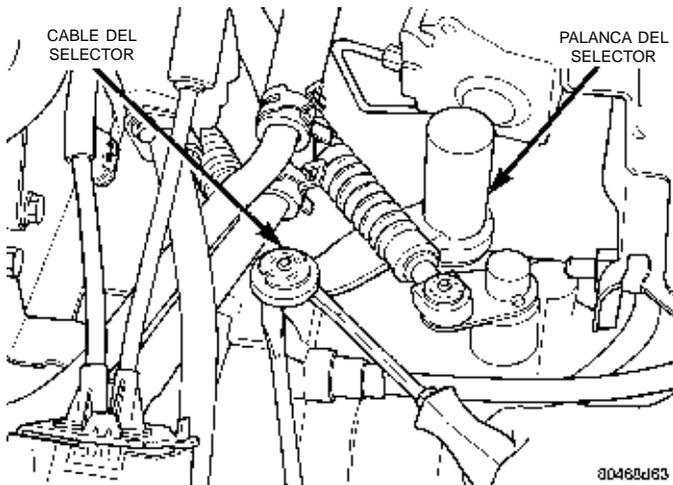
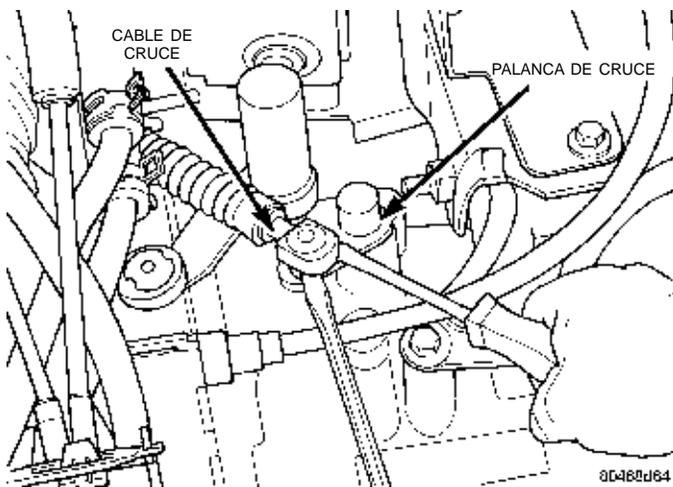

Fig. 10 Desmontaje del cable del selector
Fig. 11 Desmontaje del cable de cruce
- (1) Desconecte el Centro de distribución de tensión de la bandeja de la batería y déjelo a un lado.
- (2) Retire la bocina de entrada del depurador de aire.
- (3) Retire la batería y la bandeja de la misma.
- (4) Desconecte los extremos del cable del cambio de marchas de las palancas de cambios del transeje (Fig. 10) (Fig. 11).